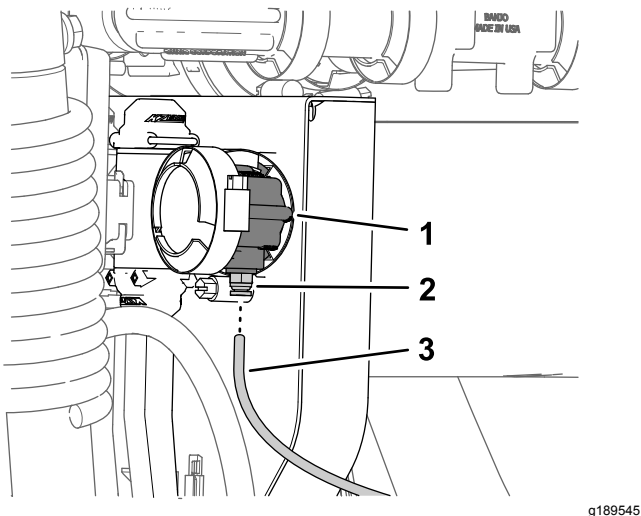

図 120
- ダッシュボードの水圧計用の水圧検知チューブ樹脂チューブの口を、チューブカップラのロックカラーに合わせる 図 120。
- 検知チューブをロックカラーに挿入して一番奥まで押し込む 図 120。